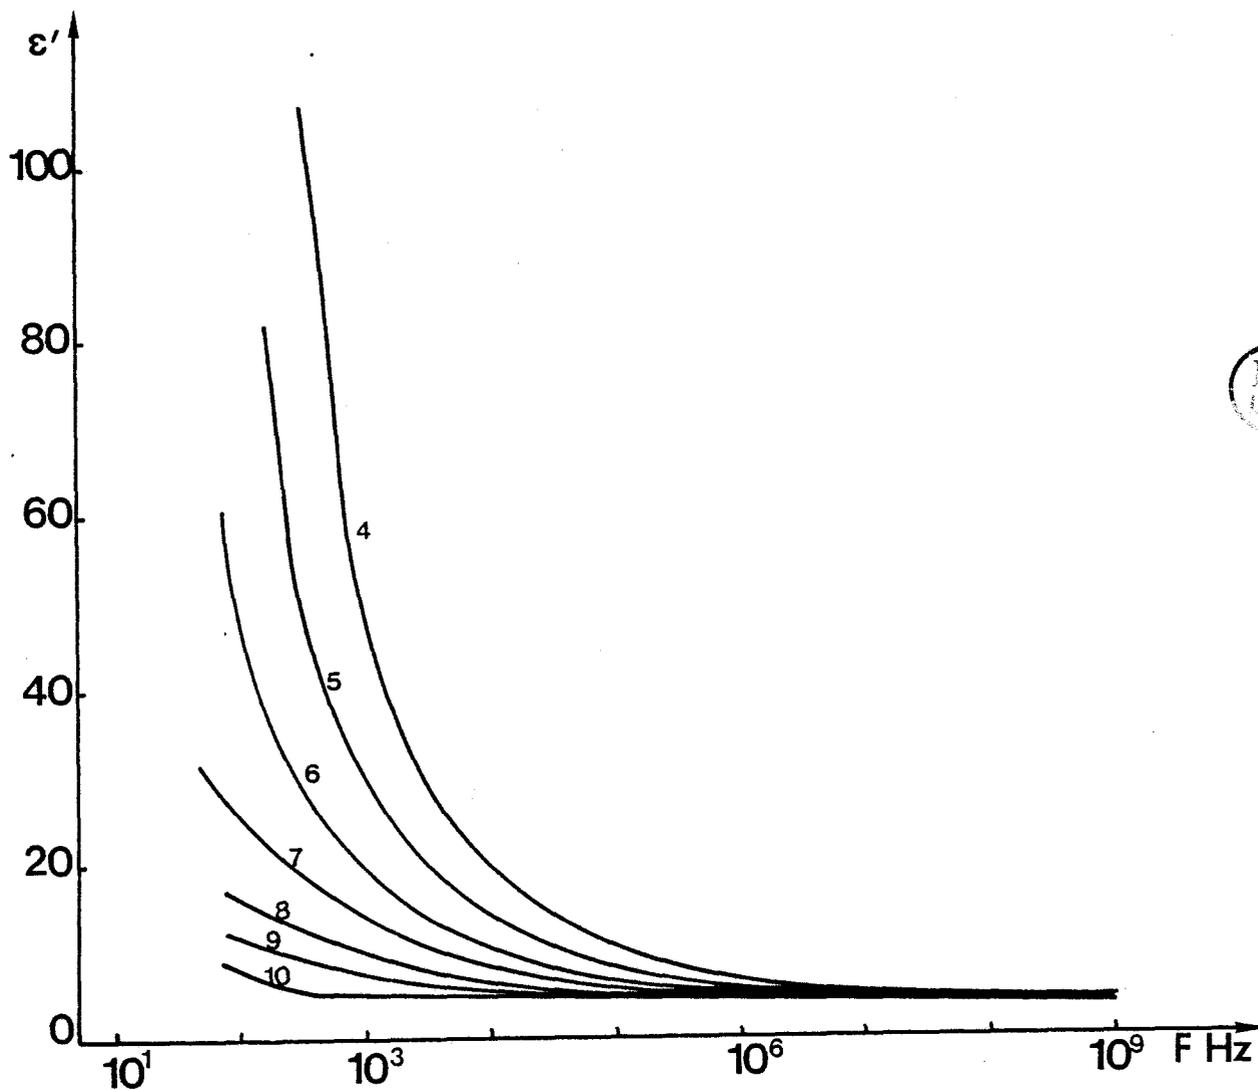

FIGURE F.1.7
- Figure F.1.7. Permittivité $\epsilon'(\omega, T)$